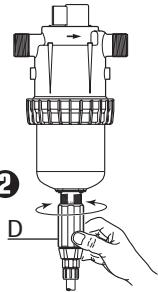

Fig. 13
- Fare corrispondere il margine superiore della ghiera di regolazione (Fig. 13-D) alla percentuale desiderata sulla scala graduata.